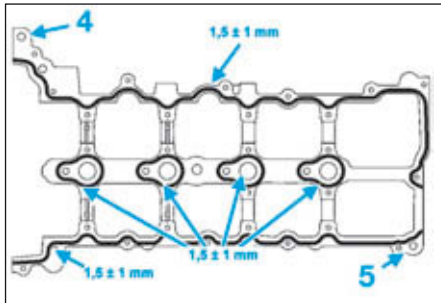

FIG.24
- Déposer un cordon de joint silicone d'un diamètre de 1,5 mm ± 1 sur la culasse (Fig.24).
- Placer deux goujons (M6 et de longueur 60 mm) dans les trous (4) et (5) sur la culasse pour guider le couvre-culasse.